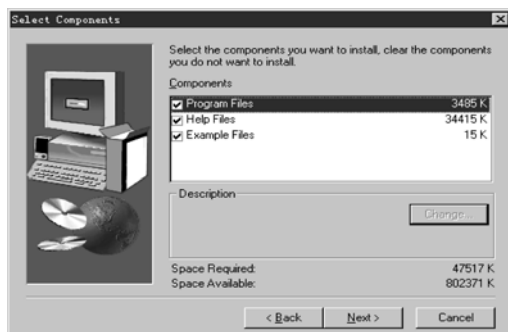

图 1.6 组件选择画面
5. 如选择 custom 选项，用户将进入“select Components”安装内容选择画面，如图 1.6 所示，选中您需要安装的组件（用鼠标左键单击之，与其相应的方块中即出现“✓”，该组件即被选中，再次单击之，则被取消；QUICK II 默认全部组件都安装），设置完毕后：
- 若用鼠标左键单击 (Back) 按钮, 则返回到前面一步安装画面, 如图 1.6 所示。